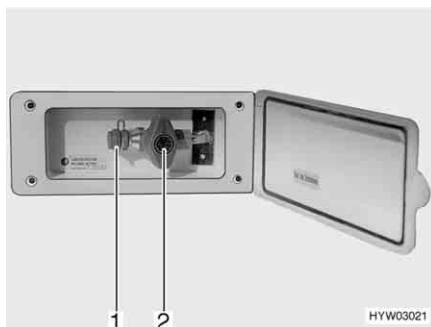

Fig. 111 Raccordement externe de gaz avec robinet d'arrêt de gaz fermé
Le raccordement externe de gaz (Fig. 111) se trouve, selon les modèles, à l'arrière ou sur le côté gauche ou droit du véhicule.
- Raccorder l'appareil à gaz externe sur le raccord (Fig. 111,1).
- Ouvrir le robinet d'arrêt de gaz (Fig. 111,2).